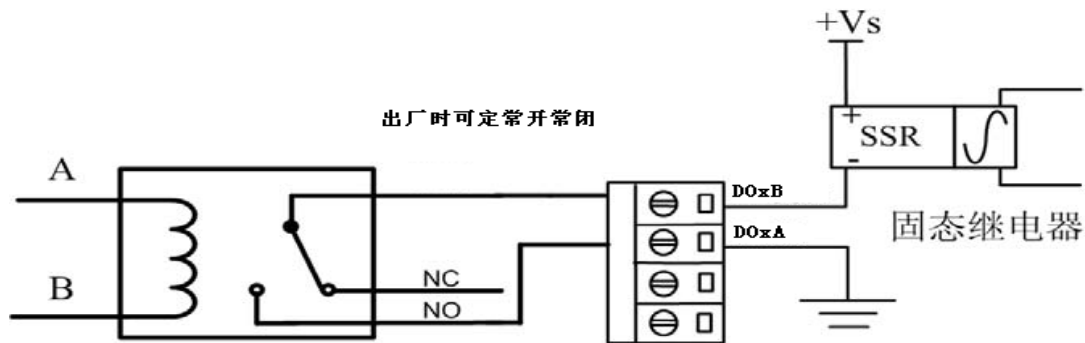

图 2.4 加固态继电器接线方式
**WM-IO44** 具有 4 路继电器输出, 能控制外部 4 个开关设备, 工业上用 WM-IO44 的常开触点输出通道驱动固态继电器的接线如上图 2.4 所示。用户可以用 DOA 端和 DOB 端构成单开关, 可以根据实际情况接线。